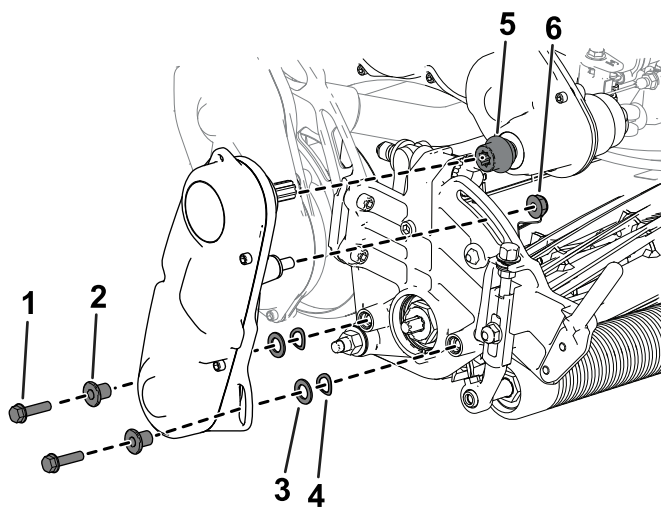

Figura 5
6. Montare l'accoppiatore all'albero di trasmissione (Figura 5).
7. Usate la bulloneria rimossa in precedenza per montare il gruppo di trasmissione sull'apparato di taglio (Figura 5).
8. Accertatevi che l'accoppiatore (Figura 5) possa spostarsi facilmente avanti e indietro sull'albero di trasmissione.